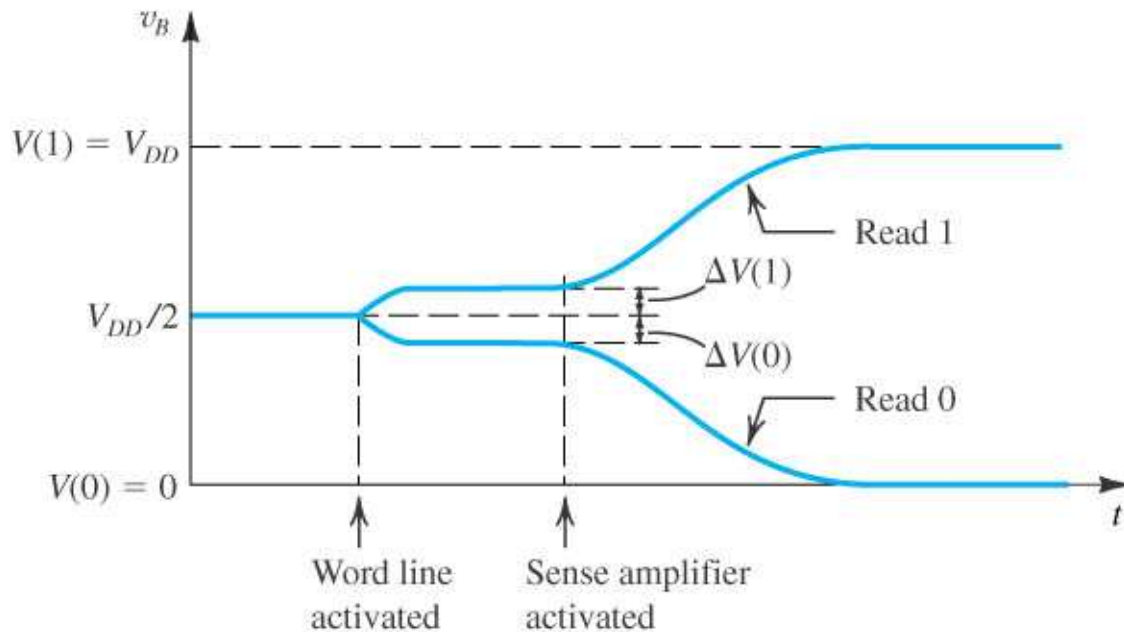

Figura A.12.5 Formas de onda em v_B antes e depois de ativar o amplificador sensor.
3. Com um sinal de tensão diferencial adequado, presente entre B e \bar{B} , o amplificador sensor é ligado conectando-o ao terra e a V_{DD} através de Q_5 e Q_6 , ativado pelo sinal de controle ϕ_s . Como, inicialmente, os terminais de entrada dos inversores estão em $V_{DD}/2$, esses inversores estarão operando em sua região de transição, na qual o ganho é elevado. Logo, inicialmente o *latch* estará operando em seu ponto de equilíbrio instável. Assim, dependendo do sinal entre os terminais de entrada, o *latch* se deslocará para um de seus dois pontos de equilíbrio estável. Isso, como já vimos, ocorre pela ação regenerativa do *lacth*. A figura A.12.5 ilustra claramente esse ponto apresentando as formas de onda do sinal na linha de bit tanto para uma operação de leitura 1 quanto para leitura 0